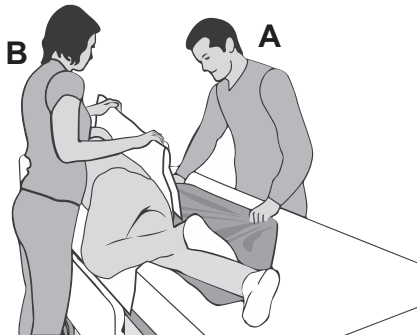

Abbildung 8
10. (Pflegekraft A) Wickeln Sie die Gleitmatte unter dem Pflegebedürftigen auseinander, um sicherzustellen, dass sie unter dem ganzen Körper liegt, und glätten Sie sie. **(Siehe Abbildung 8)**